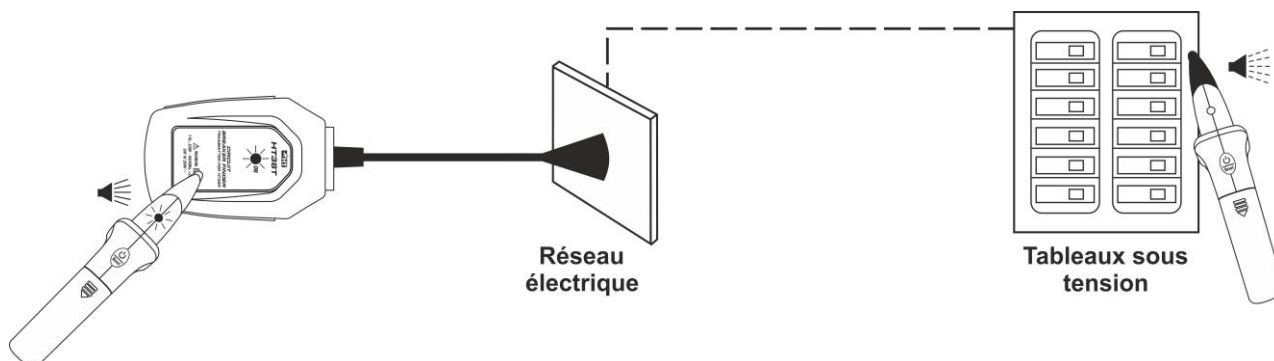

Fig. 3: Branchement de l'unité émetteur au circuit sous test
2. Connecter l'émetteur au réseau électrique moyennant la fiche intégrée. La LED ON sur la partie frontale (voir Fig. 2 – partie 2) s'allume et l'unité automatiquement active et introduit le signal dans le circuit sous test (voir Fig. 3)
3. Approcher l'élément sensible du récepteur au-dessus de l'émetteur (voir Fig. 3) et vérifier l'émission d'un son continu () , l'allumage de la LED verte (voir Fig. 1 – partie 3) et l'extinction de la LED rouge (voir Fig. 1 – partie 2) pour indiquer la reconnaissance du signal
4. Se déplacer avec le récepteur à proximité des tableaux sous tension en direction de l'intensification du son intermittent émis par l'unité à mettre pour mettre en évidence l'approche à la source à rechercher (voir Fig. 3)